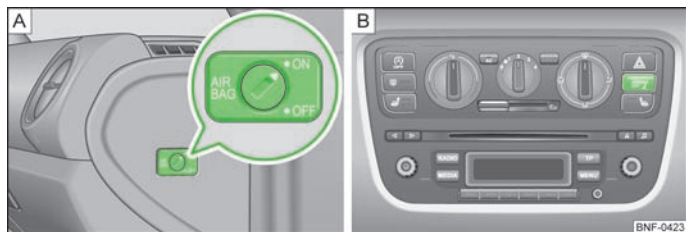

Abb. 85 Schlüsselschalter / Kontrollleuchte
- » Der abgeschaltete Airbag wird durch Aufleuchten der Kontrollleuchte **PASSENGER AIR BAG OFF**  im Schalttafelmittelteil angezeigt » Abb. 85 - [B].
- » Mit dem Schlüssel den Schlitz des Schlüsselschalters in die Position **OFF** » Abb. 85 - [A] drehen.
- » Überprüfen, ob bei eingeschalteter Zündung die Kontrollleuchte **PASSENGER AIR BAG OFF**  im Schalttafelmittelteil leuchtet » Abb. 85 - [B].
- » Mit dem Schlüssel den Schlitz des Schlüsselschalters in die Position **ON** » Abb. 85 - [A] drehen.
- » Überprüfen, ob bei eingeschalteter Zündung die Kontrollleuchte **PASSENGER AIR BAG OFF**  im Schalttafelmittelteil nicht leuchtet » Abb. 85 - [B].